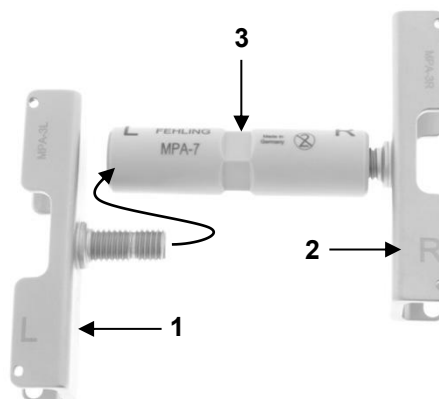

Abb. 13: CALAFIORE Sternumoffenhalter mit einseitig montiertem Sternumblatt
Jeweils ein passendes Sternumblatt mit Linksgewinde (1) und Rechtsgewinde (2) bis zum Anschlag in die PEEK-Mutter (3) einschrauben (Abb. 13, gebogener Pfeil). Das System so ausrichten, das eine symmetrische Anordnung entsteht.